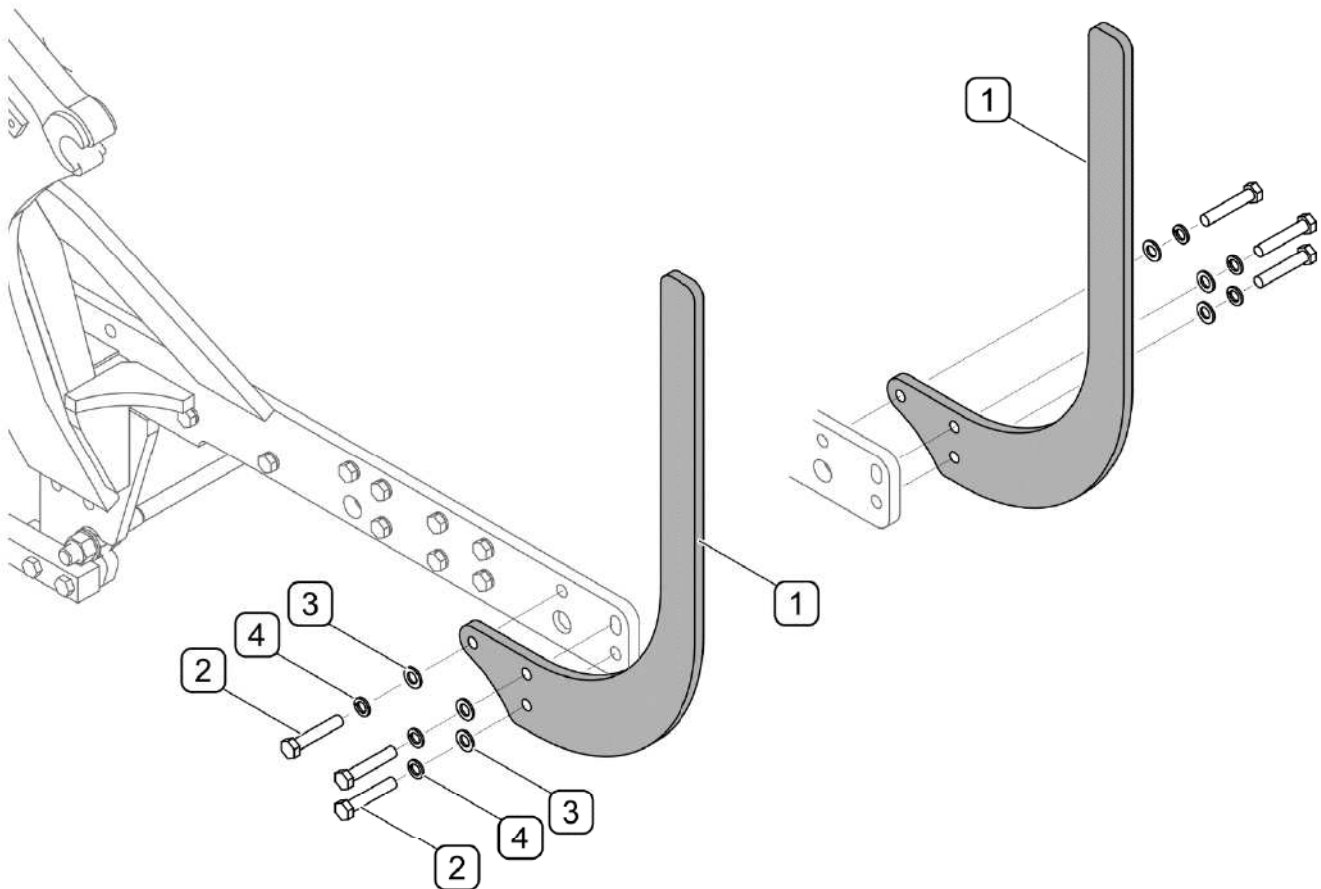

РИСУНОК 4.28 Буферы (Pronar 1221A / 1221All / 1523A и Беларусь 1221.3 /1523.3)
В тракторах Pronar 1221A / 1221All / 1523A и Беларусь 1221.3 / 1523.3 буферы (РИСУНОК 4.28) крепятся к передней части несущей рамы при помощи болтов (2) с шайбами (3) и (4).